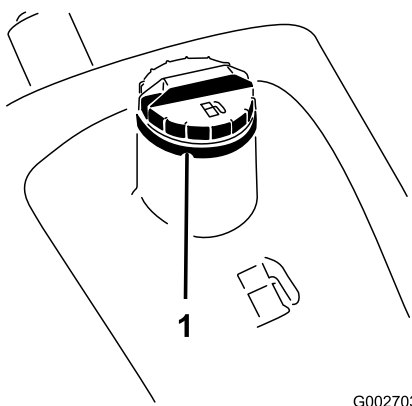

Figura 14
1. Limpe a zona em torno do tampão do depósito de combustível (Figura 14).